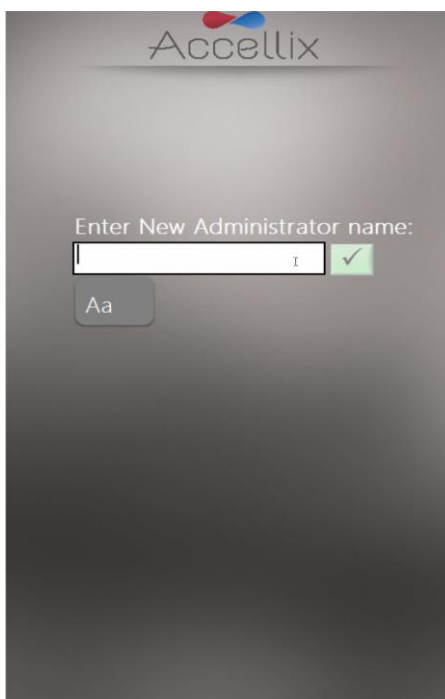

Abbildung 9: Bildschirm „Add User“ (Benutzer hinzufügen)
Add (Hinzufügen) 	Benutzer hinzufügen (siehe Abbildung 9)
1. Tippen Sie auf das Symbol **Add** (Hinzufügen) . Der Bildschirm **Add User** (Benutzer hinzufügen) (Abbildung 9) wird angezeigt: